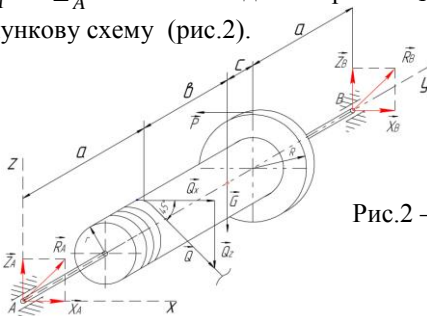

Рис.2 – розрахункова схема вала.
3. Звільняємо балку від в'язей прикладених до неї. В'язями є нерухомі циліндричні шарніри A і B . Напрямок реакції \vec{R}_A шарніру A – невідомий, тому будемо шукати цю реакцію у вигляді двох проекцій \vec{X}_A і \vec{Z}_A . Аналогічно для опори B – \vec{X}_B і \vec{Z}_B . Складаємо розрахункову схему (рис.2).